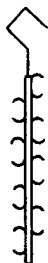
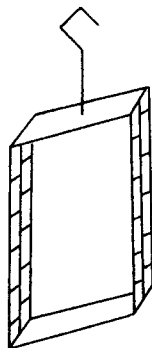

图 1-3
图 1-4
② 长度较短的工件镀锌挂具：见图 1-3、图 1-4。图 1-3 适于短螺杆镀锌使用。制作时，注意挂具两边的小挂钩应错开位置焊接。使用图 1-4 挂具时，工件要两边错位装挂。